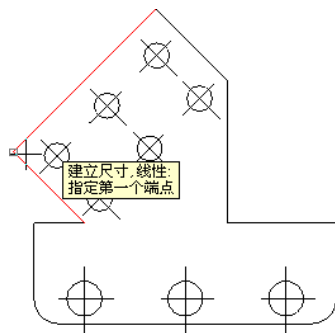

图 5-25 选取标注尺寸的第一个端点
① 在主菜单中选择“绘图”|“尺寸标注”|“尺寸标注”|“平行标注”命令，或直接单击“尺寸标注”工具栏中“快速标注”按钮右边的三角下拉按钮，在弹出的下级菜单中选择“尺寸标注”|“平行标注”选项，系统弹出“平行标注”工具栏。
② 根据系统提示“建立尺寸，线性：选择第一个端点”，移动光标捕捉绘图区内左下角的端点，并单击鼠标左键，如图 5-25 所示。